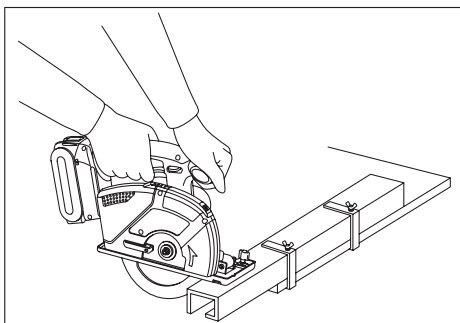

Fig. 14
- La figure 14 montre la position de sciage correcte.